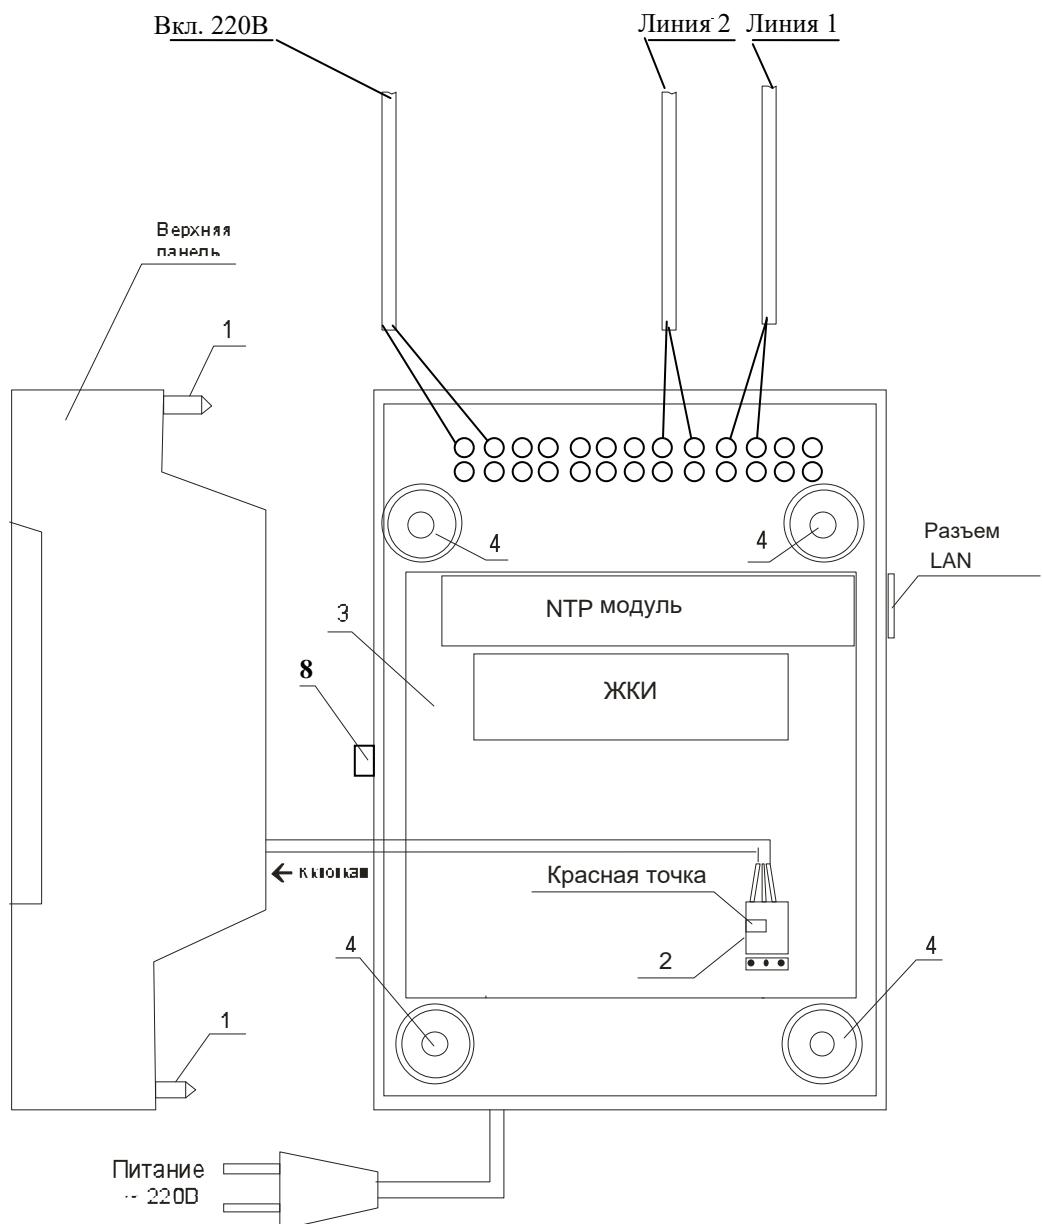

Рис. 1.
4.1. Выверните четыре винта 1, расположенных на верхней панели ЧС (см. Рис.1). Осторожно снимите верхнюю панель и отсоедините разъем 2, соединяющий кнопки с печатной платой 3.
4.4. Подсоедините линии вторичных часов в соответствии со схемой рис. 1, линию включения внешних устройств – в соответствии со схемой рис. 1 и рис. 2.